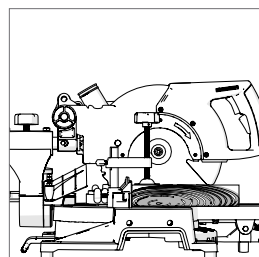

図27
- ・ハンドルを静かに押し下げて押し切りをし、ブレード先端が下限位置まで下がってから、そのまま後方(ガイドフェンス側)にスライドさせ切断します。後方いっぱいまでスライドさせてください。(図27)